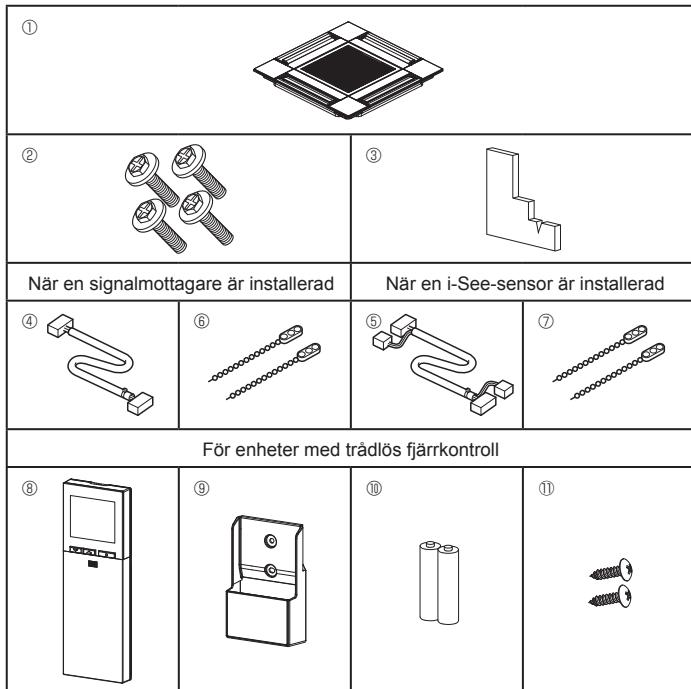

Fig. 5-1
5.1 Kontrollera gallertillbehören (Fig. 5-1)